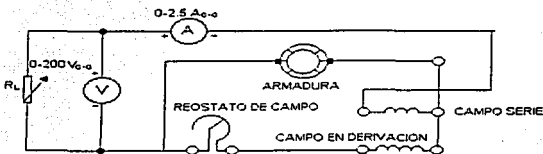

Figura 8
- Conectar el circuito de la figura 8.
• Conectó el circuito de la figura 8.